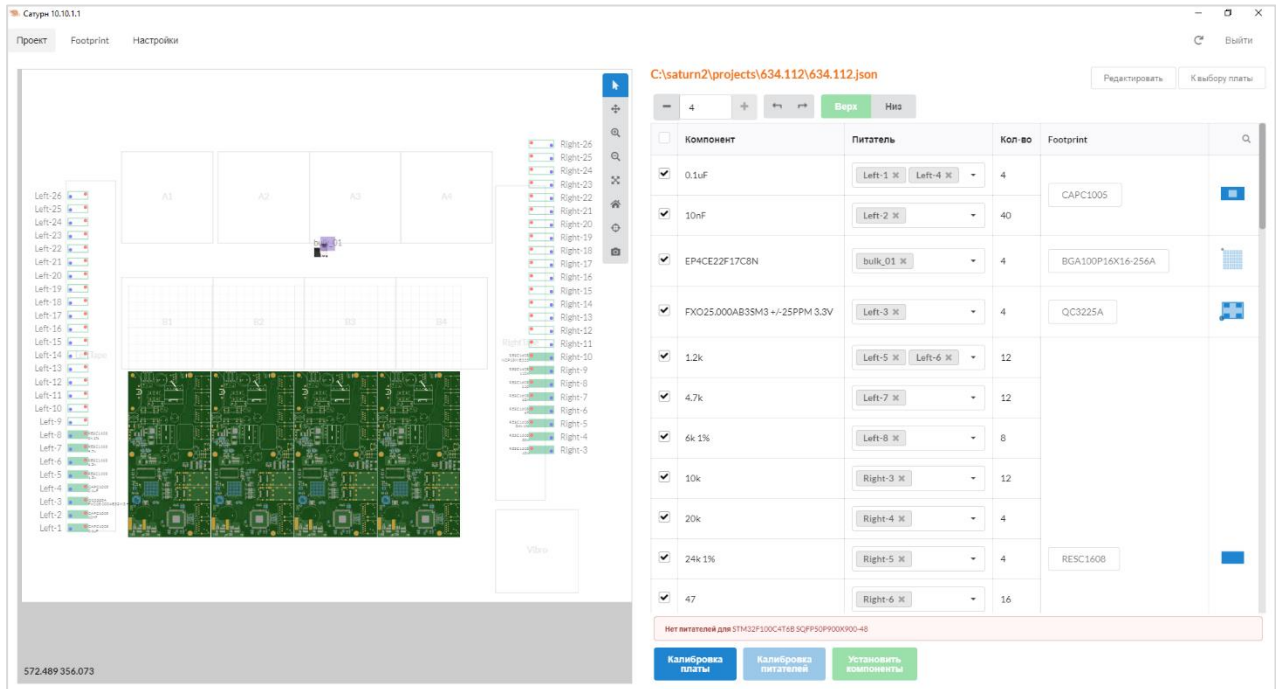
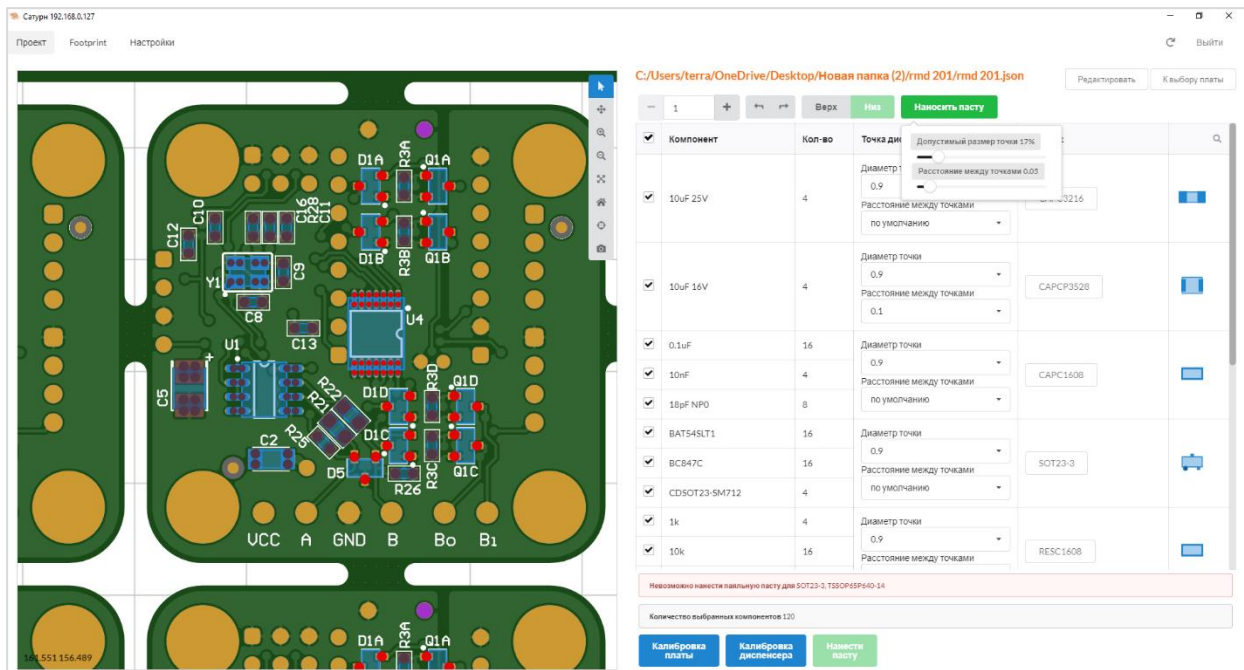

Рисунок 3.24 – Работа с проектом (установщик компонентов)
Рисунок 3.25 - Работа с проектом (дозатор паяльной пасты)
Реперные знаки, добавленные в разделе "Глобальные", не будут дублироваться на каждом описанном экземпляре печатной платы в мультизаготовках, но будут дублироваться при указании числа плат на станке в разделе работы с проектом кнопками удаления/добавления количества установленных плат на станок  , Рисунок 3.24 стр.55.
В окне работы с проектом, нужно отметить все компоненты, с которыми будет производиться работа (установка компонентов, Рисунок 3.24 или нанесение пасты под выбранные компоненты, Рисунок 3.25).
- 7) **Нанести пасту** – для станков с диспенсером, запуск задачи нанесения пасты, Рисунок 3.25 стр.55